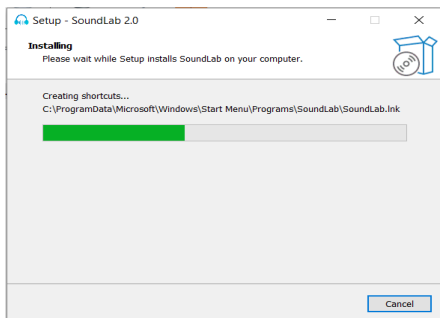

Figura 27
1. A janela do software será exibida conforme ilustrado na figura 27.